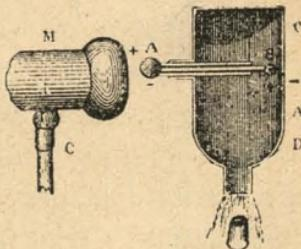

Fig. 187.—Pistola de Volta.
**4. Efectos químicos.**—La chispa eléctrica puede excitar ciertas acciones químicas, tales como la combinación ó descomposición de ciertos cuerpos; se usa de ella, por ejemplo, en la síntesis del agua, por medio del *eudiómetro de mercurio*. Puede darse á este experimento la forma que indica la fig. 187; el aparato toma entonces el nombre de *pistola de Volta*.